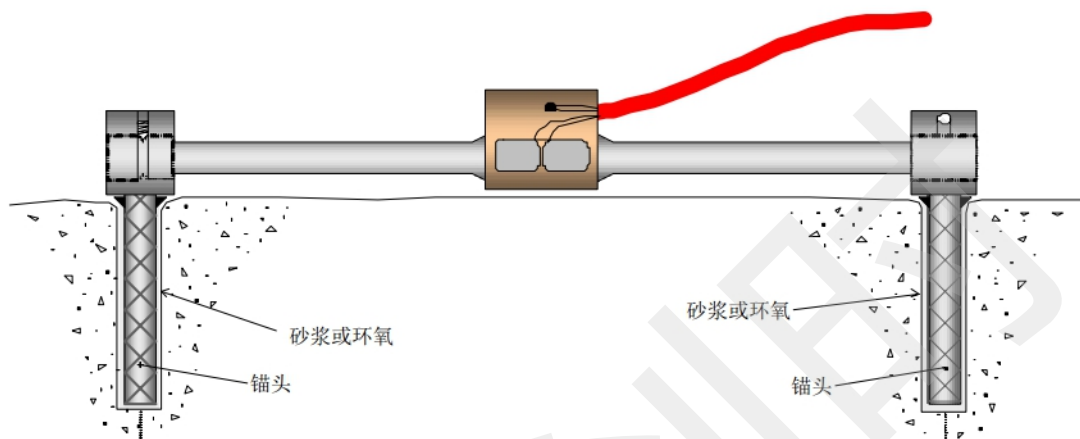

图3-3 头在混凝土上安装
1) 安装块上焊好锚头(锚头可使用 8~10mm 螺纹钢,长度 60~80mm),利用安装杆定位,在合适的位置钻出两个 70~90mm 深的孔。孔的最小直径为 12 mm,将锚头用速凝砂浆或环氧固定在钻孔中。如图3-3所示: